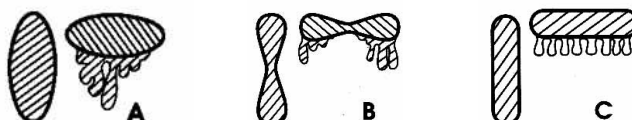

Рис.6 Форма факела
- Форма факела должна соответствовать поз. С (см. рис. 6).